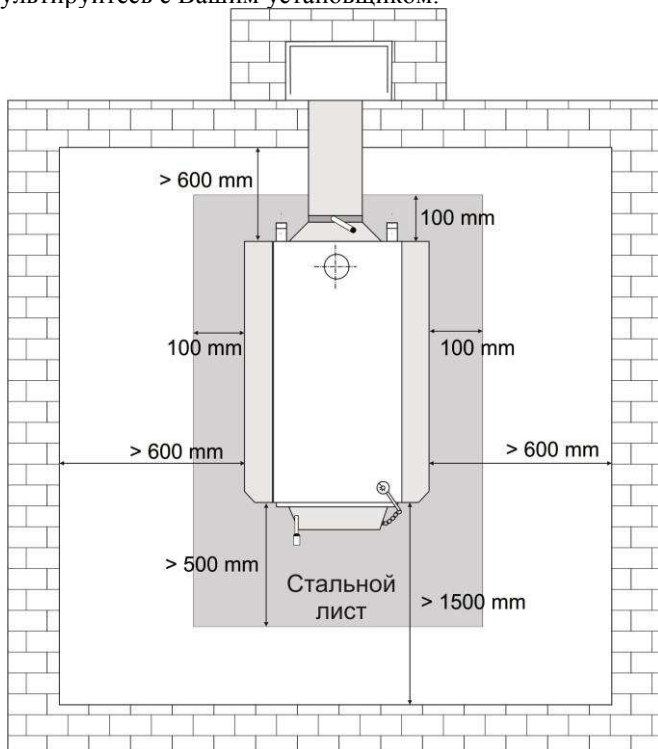

Рисунок 1. Рекомендуемые расстояния между котлом и стенами.
Внимание минимально допустимые расстояния в Вашей стране могут отличаться от рекомендуемых (см. рисунок 1). Пожалуйста, проконсультируйтесь с Вашим установщиком.
4.1.3. Твердотопливный котел должен быть размещен таким образом, чтобы обеспечить максимально удобное его обслуживание и чистку (смотри рисунок 1).